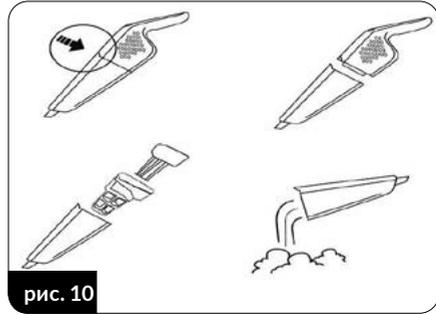

рис. 10
6. Периодически проверяйте наполнение пылесборника (12). Переполненный контейнер снижает эффективность очистки, увеличивает потребление энергии и приводит к более быстрому загрязнению фильтров. Чтобы опорожнить пылесборник, выключите пылесос, снимите его с главного держателя, с помощью кнопки (8) снимите пылесборник (12) с пылесоса, выньте HEPA-фильтр (10) и корпус фильтров (11). Высыпьте содержимое пылесборника в мусорное ведро (рис. 10).
8. После завершения уборки выключите пылесос, очистите пылесборник и зарядите аккумулятор. Полностью заряженный аккумулятор способен обеспечить работу пылесоса до 40 минут при низкой мощности всасывания. О разрядке аккумулятора сигнализирует пульсация контрольного индикатора (7) и значительное снижение мощности всасывания.